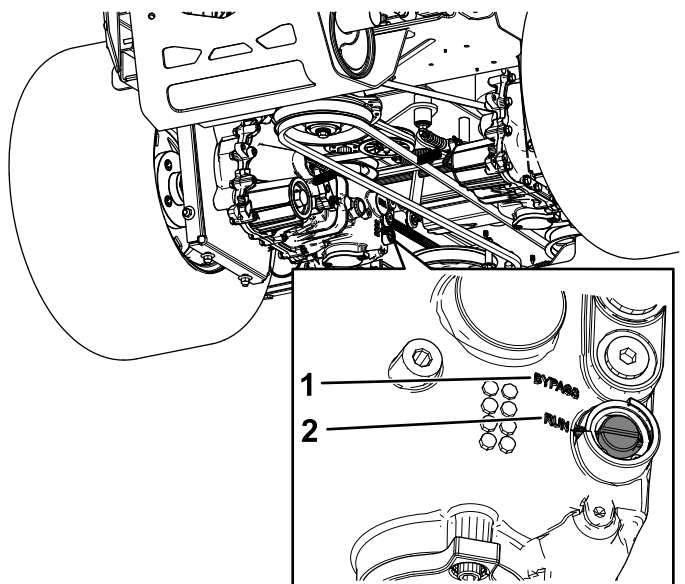

Figura 39
3. Usando un destornillador de punta plana, gire ambas levas a la posición de DESVÍO (Figura 39).
5. Para conducir la máquina, gire ambas levas a la posición de MARCHA (Figura 39).